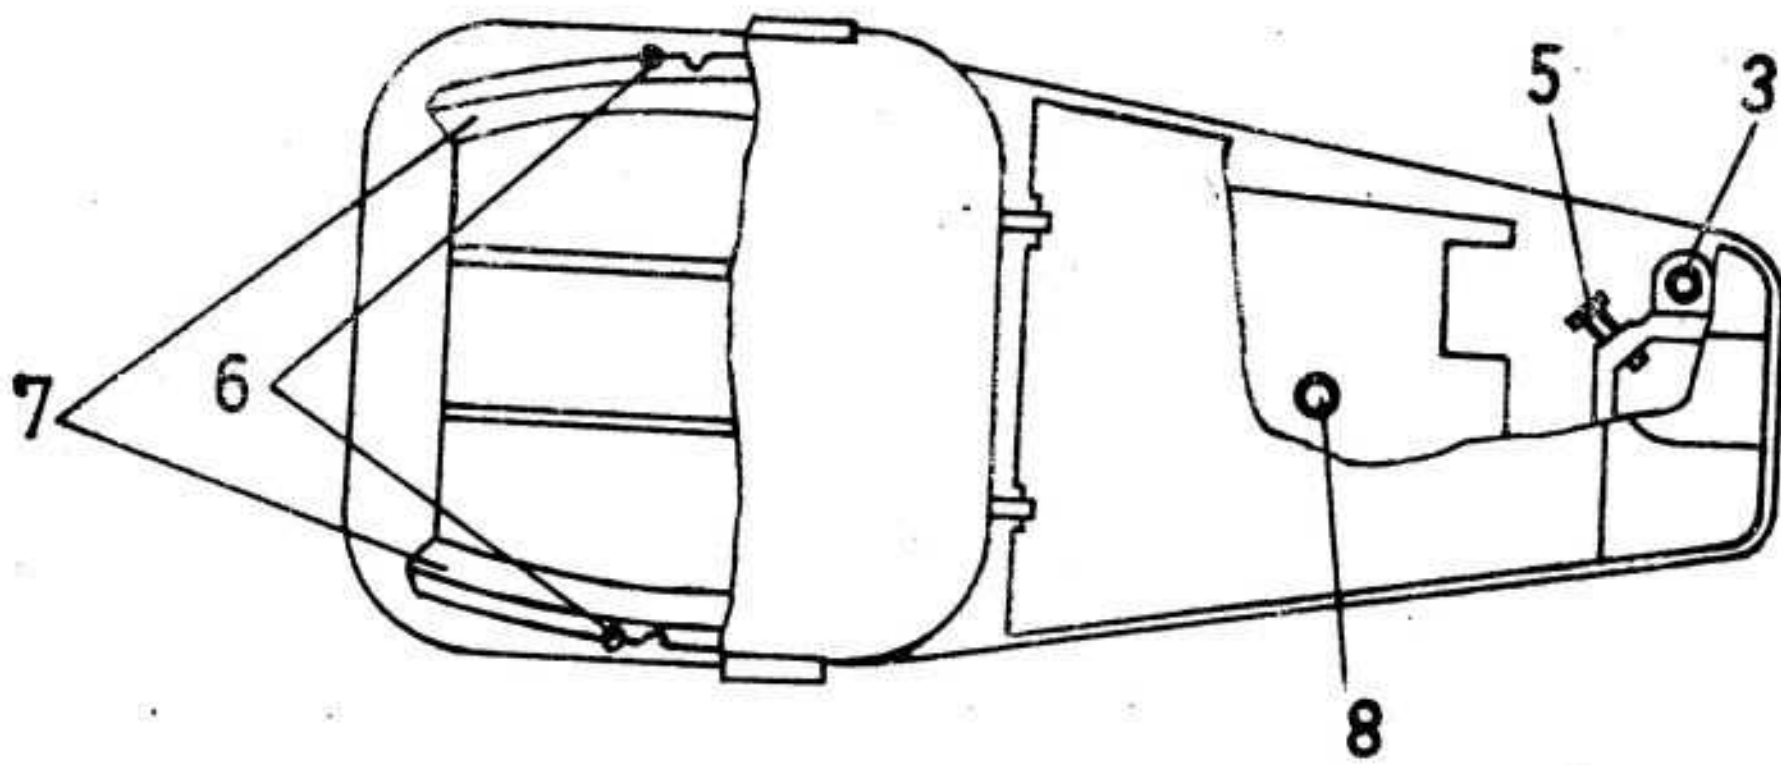

Abb. 3
- Schraube (1) lösen
- Deckel (2) abklappen
- Platte (4) aus dem Deckel mit Werkzeug ausbrechen
- Schrauben M 8 (5) fest anziehen
- an Platte (4) Stege anbiegen und entsprechend Abb. 3 Bohrung in Gußteil verschließen